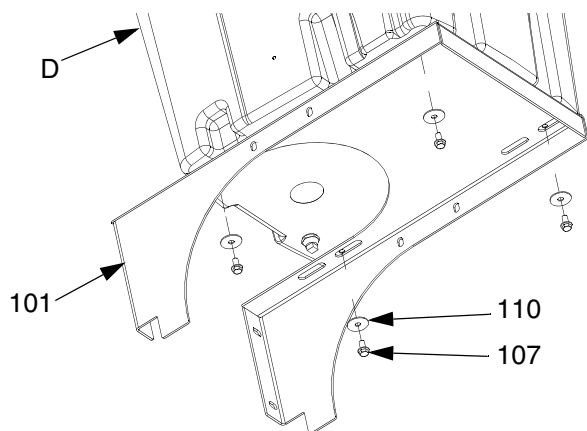

FIG. 9: Fästning av fathållaren vid fästet
10. Dra åt fathållarmonteringskruvarna (107). Se FIG. 9.
11. Sätt i skruvarna (107) och bottenstödet (109).